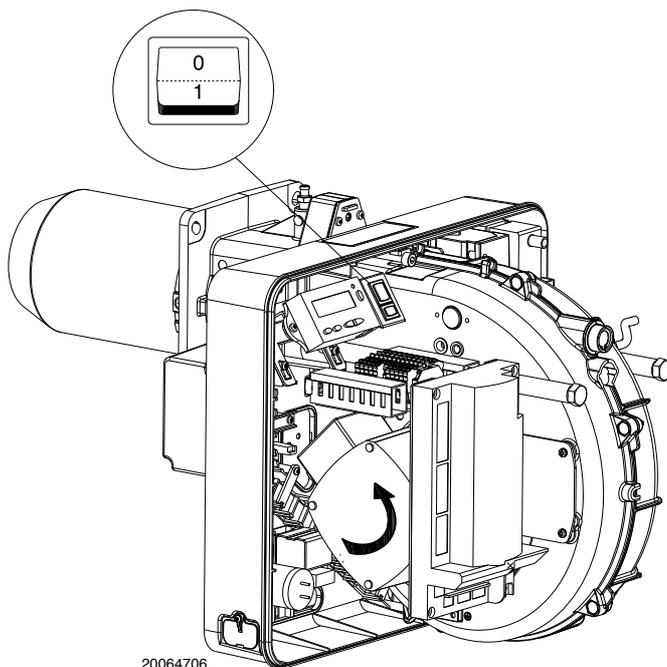

Fig. 32
Cerrar los termostatos/presostatos y poner el interruptor de la Fig. 32 en la posición "1".
Inmediatamente después del arranque del quemador posicionarse de frente al ventilador de refrigeración del motor ventilador y controlar que el mismo gire en sentido contrario a las agujas del reloj. Véase la Fig. 32.
- colocar el interruptor de la Fig. 32 en la posición "0" y esperar que la caja de control ejecute la fase de apagado;
El quemador está en estado de espera de solicitud de calor o el selector "0-1" de la (Fig. 32 a pág. 32) está en la posición "0".
Con el selector “0-1” (Fig. 32 a pág. 32) el quemador no se detiene inmediatamente, sino que se ejecuta la fase de apagado.